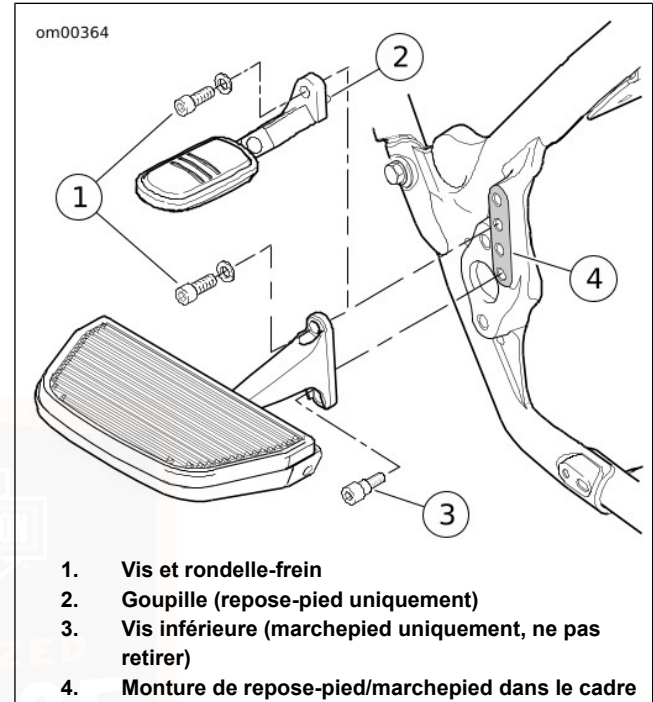

Figure 29. Marchepied/repose-pied du passager (typique)
1. Voir Figure 29. Retirer la vis à tête creuse avec la rondelle-frein du dessus du support de marchepied/repose-pied. Ne pas retirer la vis inférieure des marchepieds.